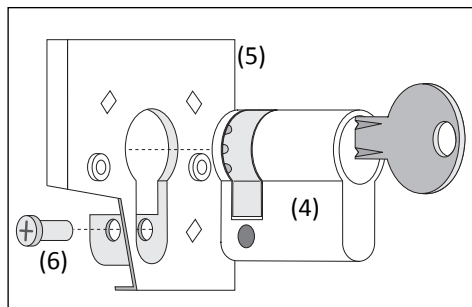

Bild 5
- Schließbart am Profil-Halbzylinder (4) mit Schlüssel in Stellung 180° drehen und von vorne durch das Zentralstück (5) führen (Bild 5).
- Schließzylinder und Zentralstück mit Schraube (6) verbinden.